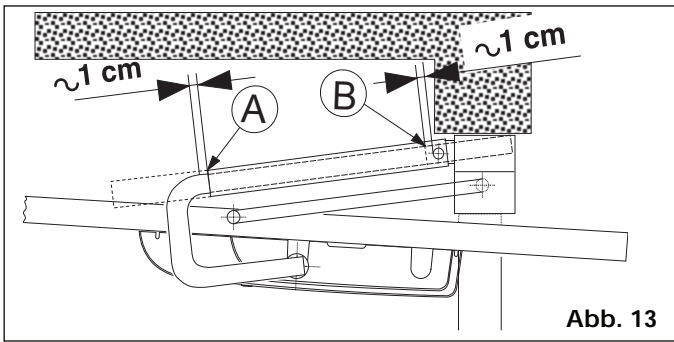

Abb. 13
• **Gebogener Arm (Abb. 13)**
Positionierung des Teleskoparms gemäß Abb. 13 simulieren. Mantel in Pos. A und Arm in Pos. B abschneiden.